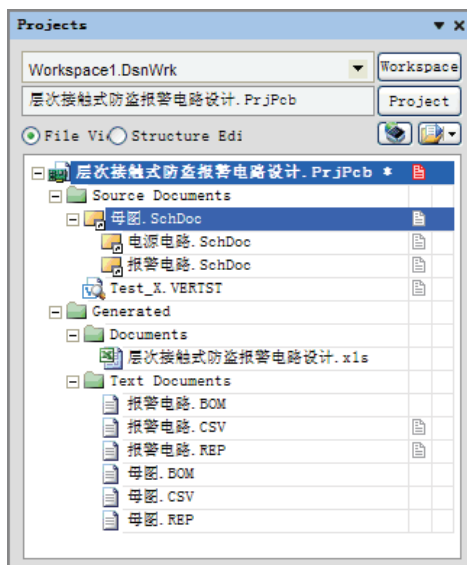

图 8-25 系统生成的层次报表文件
(1) 打开设计项目“层次接触式防盗报警电路设计.PrjPcb”,并打开有关原理图。
(2) 执行菜单命令【Reports】→【Report Project Hierarchy】,系统创建层次报表,并将层次报表文件(层次接触式防盗报警电路设计.REP)添加到当前设计项目中,如图8-25所示。